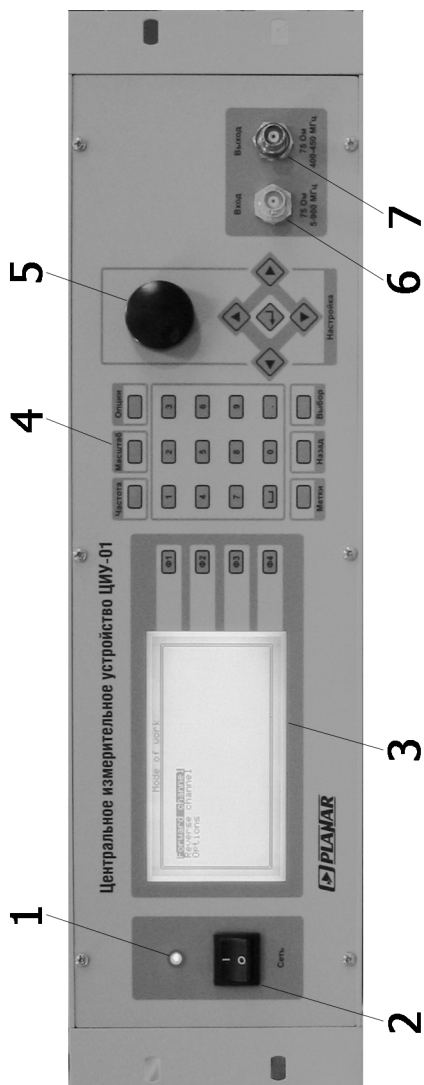

Рисунок 1.1
Центральное измерительное устройство выполнено в 19" конструктиве стандарта МЭК297 (рис. 1.1). Габаритные размеры измерителя: 483x133x156 мм.
На передней панели располагаются светодиод индикации работы (рис. 1.1, поз. 1) выключатель питания (рис. 1.1, поз. 2), жидкокристаллический дисплей (далее дисплей, рис. 1.1, поз. 3), клавиатура (рис. 1.1, поз. 4), ручка управления (рис. 1.1, поз. 5), измерительный вход (рис. 1.1, поз. 6) и выход передатчика (рис. 1.1, поз. 7). На задней панели измерителя находится разъём для подключения сетевого напряжения 220 В (рис. 2.2, поз. 1), клемма заземления (рис. 2.2, поз. 2) и разъём для подключения к компьютеру (рис. 2.3).
- а) Разъём «Вход» (рис. 1.1, поз. 6). Через этот разъём подаётся сигнал для измерения. Тип соединителя — «BNC».
- б) Разъём «Выход» (рис. 1.1, поз. 7). С этого разъёма снимается сигнал передатчика цифровой информации. Тип соединителя — «BNC».